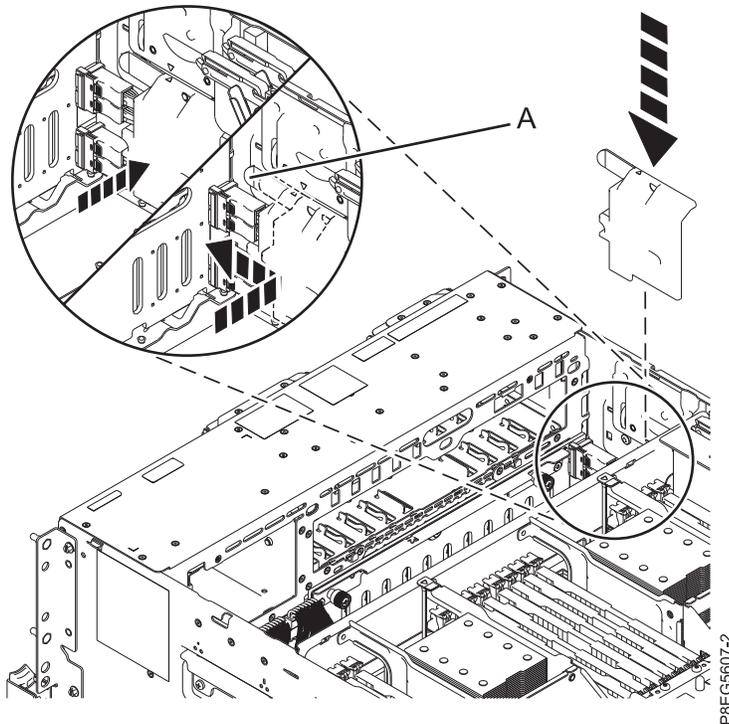

Abbildung 9. SAS-Kabelabdeckung austauschen
17. Tauschen Sie die SAS-Kabelabdeckung aus. Ordnen Sie die Aussparungen in der Abdeckung auf den Stiften an der Seite des Chassis an. Wenn die Aussparungen in der Abdeckung und die Stifte ordnungsgemäß ausgerichtet wurden, ist das Dreieckssymbol an der SAS-Kabelabdeckung am Dreieckssymbol an der Seite des Chassis ausgerichtet. Drücken Sie die Abdeckung zur Vorderseite des Systems, bis der Griff (A) einrastet. Siehe Abb. 9 auf Seite 10.